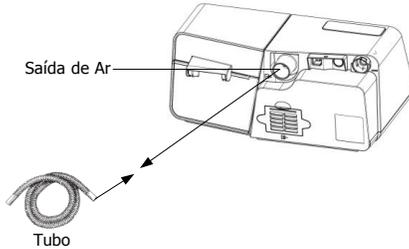

Fig. 11-7
(1) Conecte uma extremidade da tubulação à saída de ar do dispositivo, conforme mostrado na Fig. 11-7.